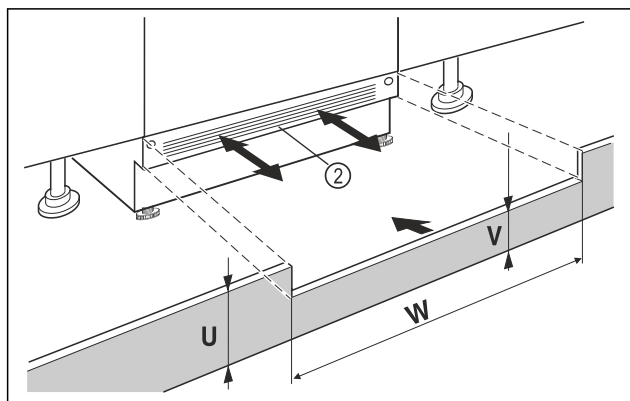

Fig. 100 Primjer izgleda
- ▶ Natakните masku podnožja uređaja Fig. 100 (2), ali je nemojte još pričvrstiti.
- ▶ Ako se maska podnožja Fig. 100 (2) vidi, izvucite je toliko prema naprijed da prednji rub ventilacijske rešetke i maske podnožja namještaja tvore ravninu.
- ▶ Ako je maska podnožja skrivena Fig. 100 (2), gurnite je posve prema otpraga.
- ▶ Obratite pozornost na potpuno slobodne ventilacijske otvore: Po potrebi izrežite visinu maske podnožja namještaja Fig. 100 (U)!
- ▶ Uzduž širine niše Fig. 100 (W) prilagodite visinu poprečne lamele Fig. 100 (V) ispod maske podnožja uređaja Fig. 100 (2).